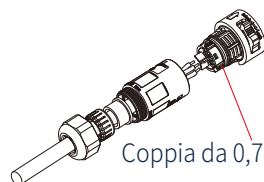

Fig. 22
2. Inserire il cavo CA attraverso il coprimorsetti e avvitare saldamente i tre fili sui connettori (Fig 22)